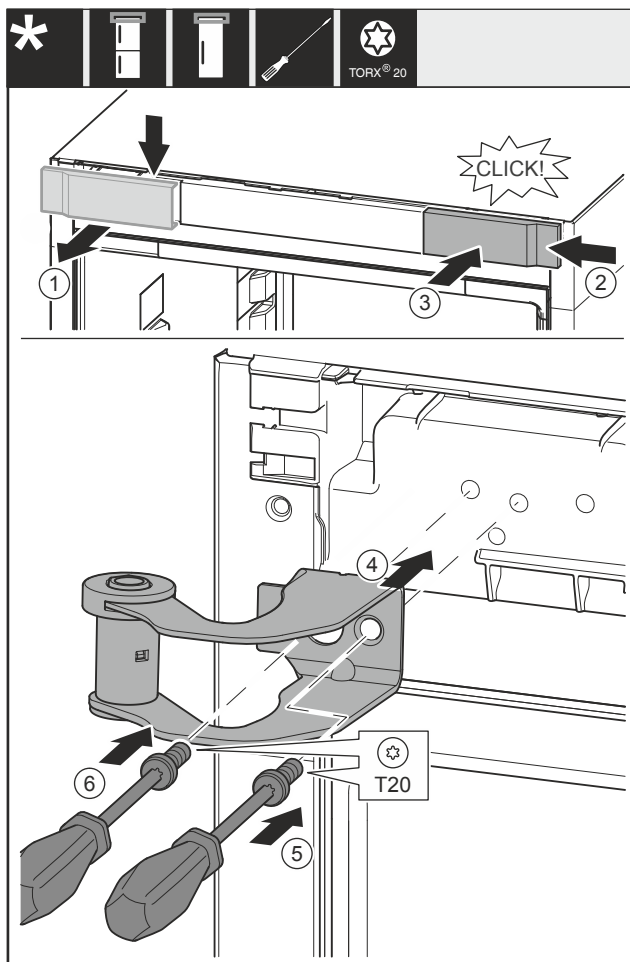

Fig. 12
- ▶ Noņemiet pārsegu Fig. 12 (1) no augšas uz priekšu.
- ▶ Iekabiniet pārsegu Fig. 12 (2), pagrieztu par 180°, otrajā pusē no labās puses.
- ▶ Nofiksējiet pārsegu Fig. 12 (3).
- ▶ Pielieciet augšējo gultņa balstu Fig. 12 (4).
- ▶ Aizskrūvējiet skrūvi Fig. 12 (5).
- ▶ Aizskrūvējiet skrūvi Fig. 12 (6).